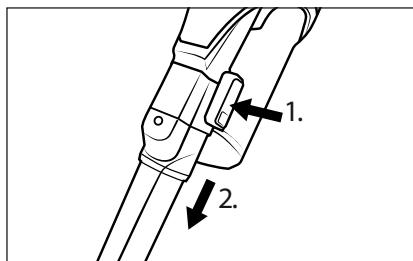

Fig. 15
- ◆ Per rimuovere gli accessori, tenere premuto il tasto di sblocco dell'accessorio e sfilare l'accessorio dal tubo di aspirazione 23 oppure dall'apertura di aspirazione dell'apparecchio (vedere fig. 15).